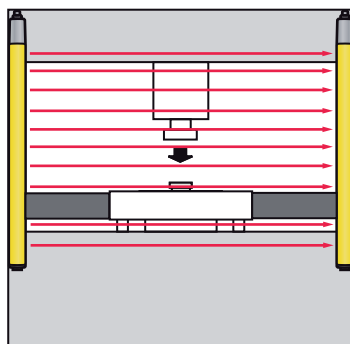

Figura 4.1: Blanking fisso: bloccaggi meccanici impediscono interventi laterali nel campo protetto
- ↳ Collocare eventualmente bloccaggi meccanici fissati all'oggetto in modo conforme (vedi figura 4.1), al fine di evitare la «formazione d'ombre» a causa di pezzi sopraelevati o di montaggio inclinato.